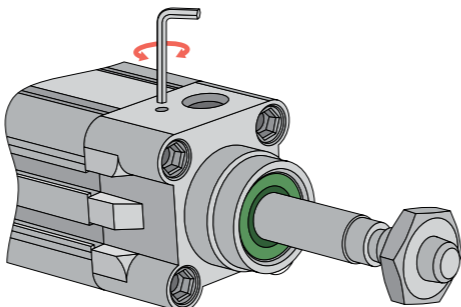

Рисунок 2 – Регулировка пневматического демпфера пневмоцилиндров серии SPC
- 4) Для обеспечения плавного замедления в конце хода штока пневмоцилиндров серии SPC требуется отрегулировать пневматический демпфер. Регулировка демпфирования осуществляется при помощи микрометрических винтов, расположенных в головках пневмоцилиндра. Для усиления демпфирования необходимо с помощью шестигранного ключа повернуть регулировочный винт по часовой стрелке, для уменьшения степени демпфирования – против часовой стрелки (см. рисунок 2). Регулировка демпфирования должна производиться квалифицированным специалистом с учетом места установки и условий эксплуатации пневмоцилиндра. Неправильная настройка пневматического демпфирования может привести к неправильной работе оборудования, а также к повышенному износу как самого пневмоцилиндра, так и связанных с ним механизмов.
- 10) После соединения штока цилиндра с исполнительным механизмом осуществите регулировку устройства пневматического демпфирования (см. раздел 6 и рисунок 2).